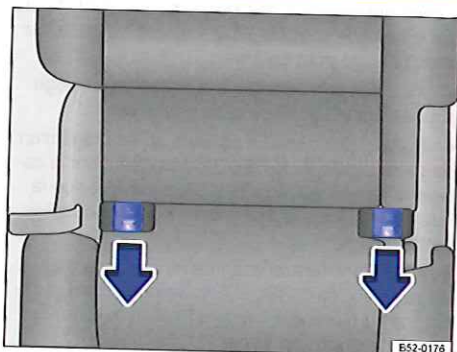

Fig. 83 Sur le siège : capuchons de protection pour les points d'ancrage inférieurs
• Le cas échéant, retirez les capuchons de protection des points d'ancrage inférieurs dans le sens des flèches ⇒ fig. 83.